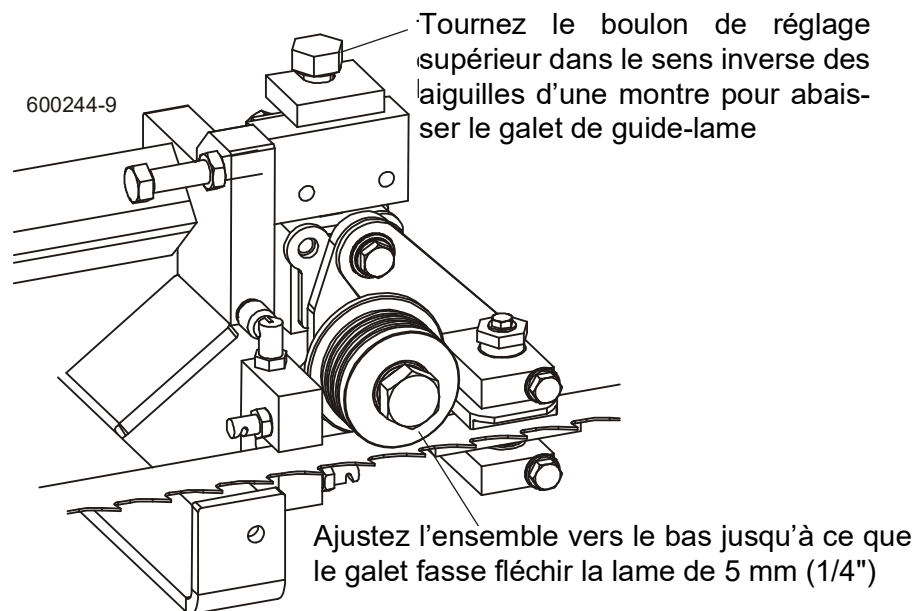

FIG. 7-36
**Voir Figure 7-36.** Levez la tête de coupe jusqu'à ce que la lame se trouve à 375 mm (15") au-dessus d'un support de banc. A l'aide d'un mètre, mesurez la distance réelle du sommet du support jusqu'au bas de la lame.